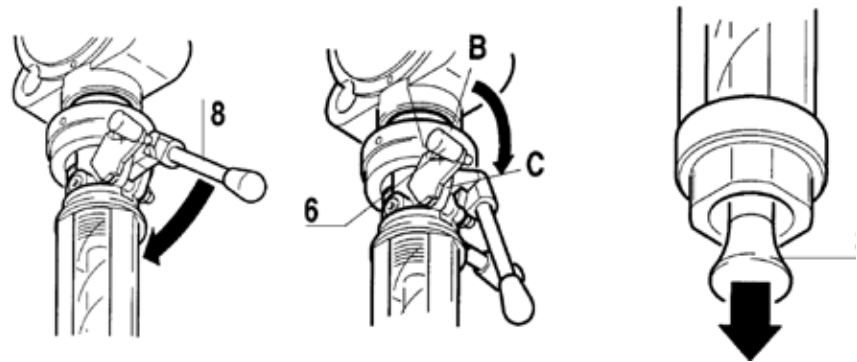

Figura 8
9.2.2 Con tuberías no presurizadas ni tuberías bajo vacío (Figura 8, 9)